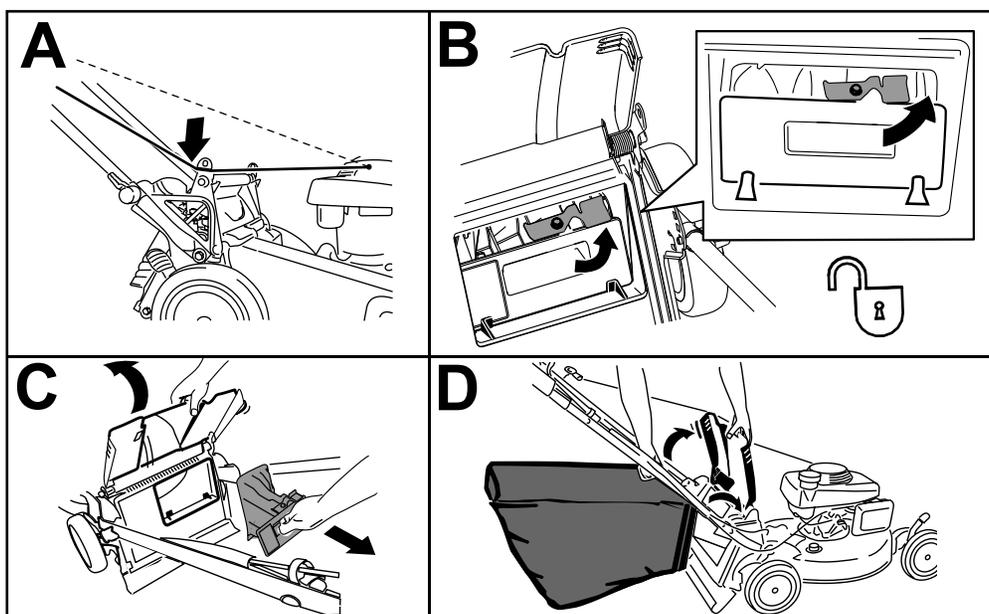

Figura 16
Nota: Para desbloquear el tapón trasero, gire la palanca del tapón a la derecha (Figura 16).
1. Pase la cuerda del arrancador alrededor de la guía de cuerda inferior (Figura 16, A).
2. Levante y sujete el deflector trasero y extraiga el tapón trasero (Figura 16, B).
3. Extraiga el tapón trasero (Figura 16, C).
4. Cuelgue el borde superior delantero de la bolsa de los pasadores situados en las muescas de los soportes del manillar (Figura 16, D).